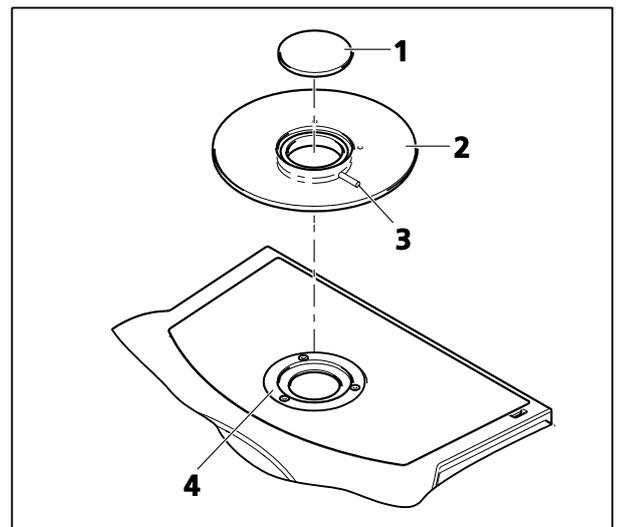

Fig. 14 Montage de platine avec surface de montage de 84 mm
- Insérer la platine (Fig. 14/2) dans l'adaptateur de platine (Fig. 14/4) et l'aligner.
- Superposer le levier de serrage excentrique (Fig. 14/3) pour fixer la platine dans l'adaptateur de platine.
- Placer la plaque d'insertion (Fig. 14/1) dans l'interface de platine.